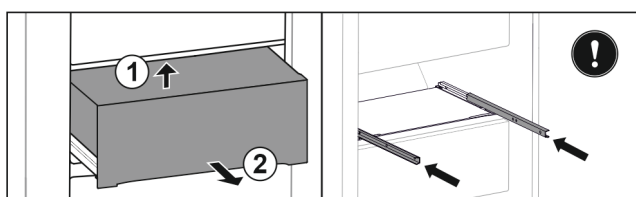

Fig. 35\*
- ▶ Unieść z tyłu od dołu Fig. 35 (1).\*
- ▶ Wyjąć do przodu Fig. 35 (2).\*